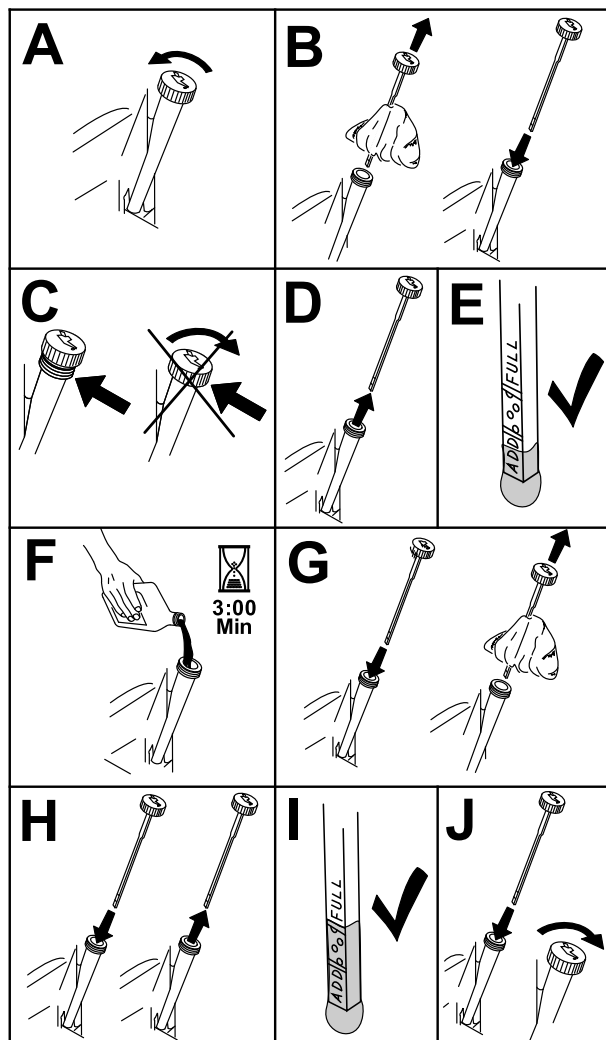

Рисунок 23
3. Чтобы не допустить попадание грязи, скошенной травы и т.п. в двигатель, очистите поверхность вокруг крышки маслозаливной горловины и масломерного щупа, прежде чем снимать их (Рисунок 23).